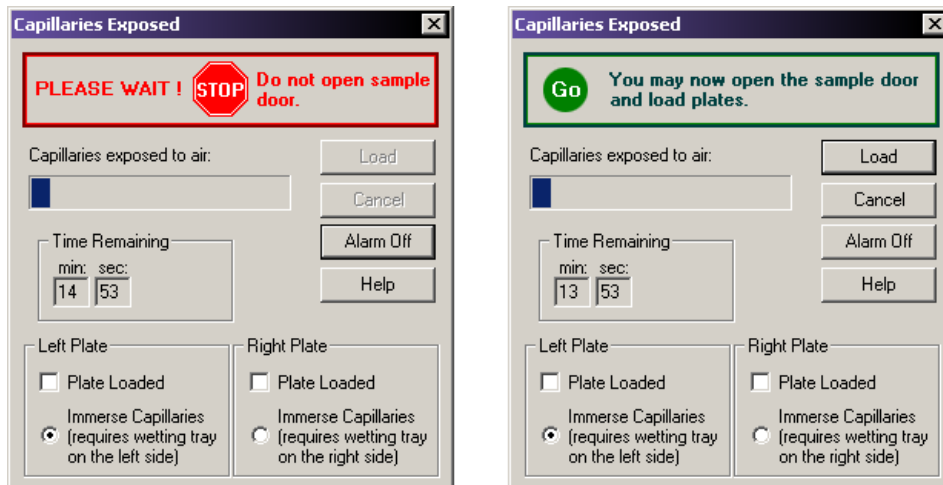

图 9.13 毛细管暴露对话框
2. 单击 **Start**（开始）。打开 Capillaries Exposed（毛细管暴露）对话框（图 9.13）。